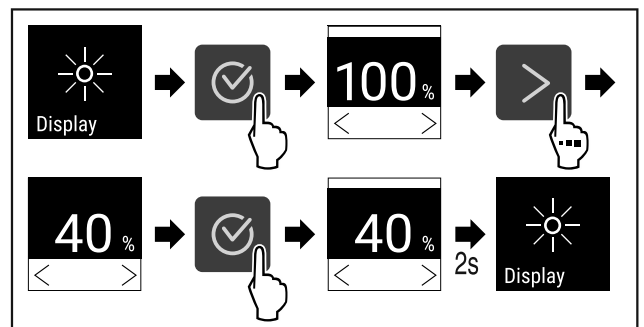

Fig. 78
- ▶ Stappen (zie Fig. 78) uitvoeren.